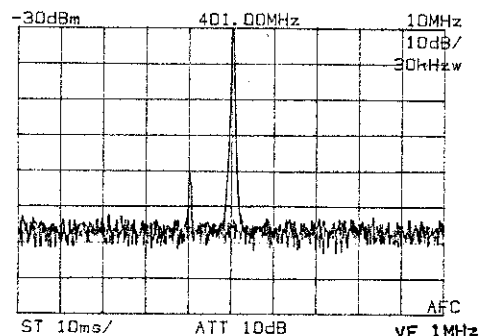

図 4-24 第2高調波とSTORE 波形の2画面表示
- ⑥ 中心周波数を400 MHz に設定し、第2高調波を画面の中央に移動させます。2画面の表示の差から測定値を読み取ることができます (図 4-24)。